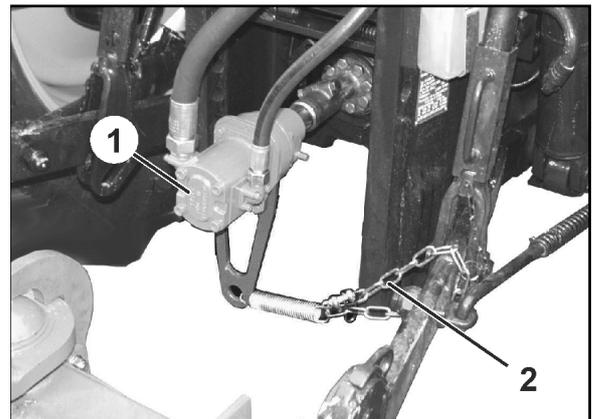

Fig. 10
Hydraulik-Aufsteckpumpe (Fig. 10/1) ankuppeln:
3. Hydraulikaufsteckpumpe durch Einhängen der Kette (Fig. 10/2) gegen Mitlaufen sichern!